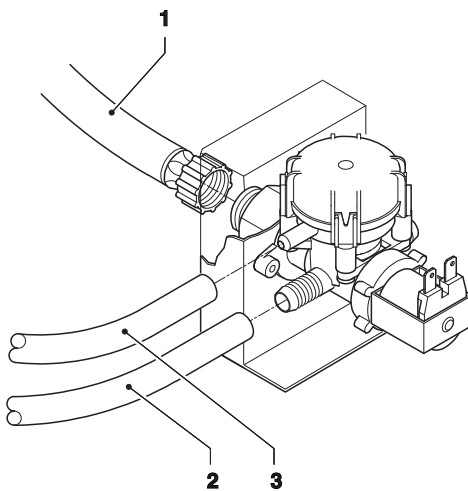

Abb. 17
Mit einem Rohr mit Mindestinnendurchmesser von 6 mm (auch als Satz lieferbar), das den Leitungsdruck aushält und sich für Lebensmittel eignet, die Wasserleitung an den 3/4" wasseranschluss des Magnetventils der Wasserzufuhr anschließen (siehe Abb. 17).
Das Magnetventil der Wasserzufuhr (siehe Abb. 17) ist mit einer Auslaufschutzvorrichtung ausgerüstet, die nach einer Störung des Magnetventils oder des Steuermechanismus des Wasserniveaus im Kessel den Wassereintritt mechanisch sperrt.
- den Anschlussstutzen, der das Versorgungsrohr des Magnetventils hält, lockern, damit der restliche Leitungsdruck entweichen kann, danach wieder festziehen (siehe Abb. 17);